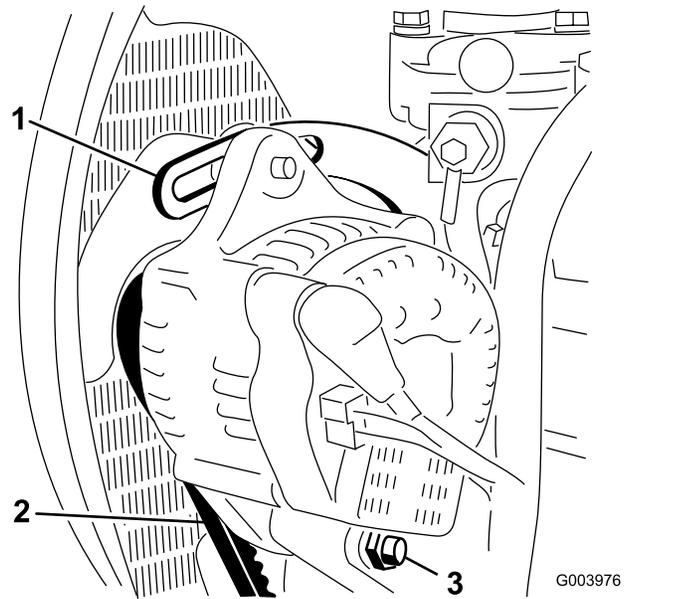

图 111
3. 检查交流发电机皮带张紧力的方法：使用 10kg 的力按压交流发电机和曲轴箱皮带轮之间的皮带（图 111）中间位置。
4. 松开将交流发电机固定到支架的螺栓和交流发电机枢轴螺栓（图 111）。